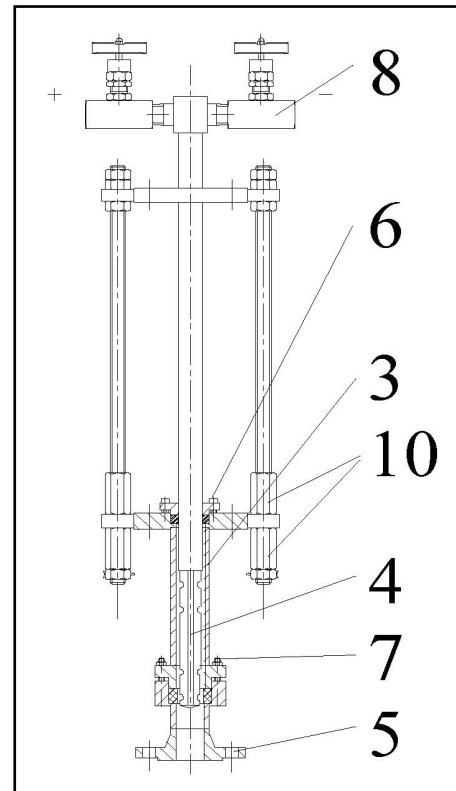

Abb. 25
- 11) Stellen Sie sicher, dass das Itabar-Sondenprofil [4] sich vollständig im Schutzrohr [3] befindet. Beachten Sie die Position der Gewindestangen [Abb. 25].
- 12) Legen Sie die zum Lieferumfang gehörende Dichtung auf den Flansch und montieren Sie die Flo-Tap-Sonde. Beachten Sie die Position der Gewindestangen [Abb. 25].
- 13) Falls erforderlich, ziehen Sie die Schrauben [6+7] an der Flo-Tap-Packung leicht an. Diese Überprüfung ist vor allem für Sonden mit Hochtemperatur-Packung aus Graphit erforderlich. Die Standard-PTFE-Packung benötigt weder Vorspannung noch Justage [siehe Abb. 25].